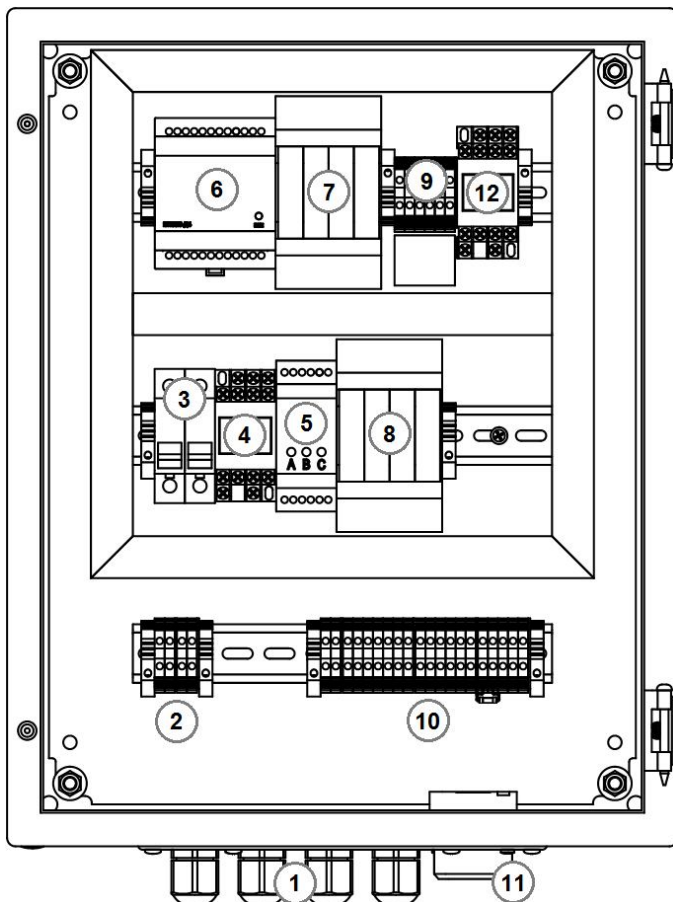

Рисунок 2 – Расположение элементов автоматики внутри шкафа
5.4 Внутри корпуса размещены элементы автоматики шкафа (рисунок 2), установленные на DIN-рейках.